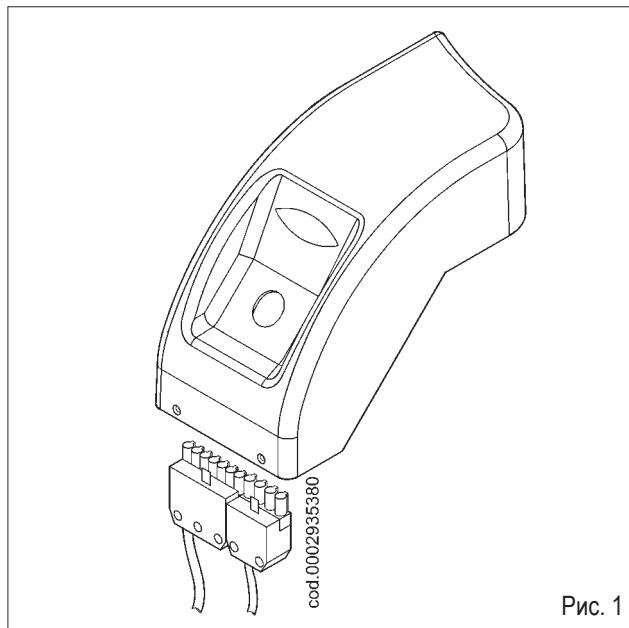

Рис. 1
- 1) Выполните инструкции, данные в параграфе "Техобслуживание", выньте узел смещения и снимите винт (1), соединяющий шток продвижения (2) узла с газоподающей трубой (3).
- 2) Поверните на 180° коленчатый фитинг (4) и смеситель (6) так, чтобы вход газа был обращен вверх (рис. 1). Снова закрепите смеситель и шток продвижения узла к газоподающей трубе.
- 3) Теперь снимите 4 гайки (7), показанные на рисунке 2, освободите огневую трубу (8) от соответствующих шпилек и установите ее обращенной вверх резьбовым соединением для крепления газовой горелки.